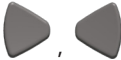

Imagen D24.
5. La pantalla muestra «Purge» (Purgar) (Imagen D24). Presione el **disparador** para desechar el exceso de volumen.